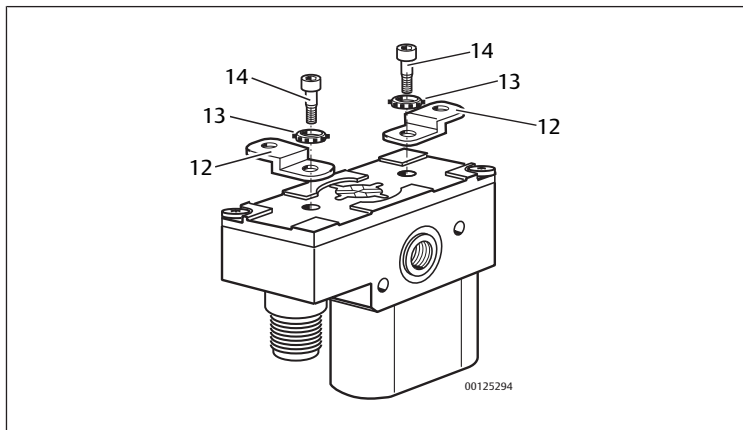

Bild 2: Montera monteringsatts för monteringsplatta
- 2x monteringsplåtar (12)
- 2x tandade ringar (13)
- 2x skruvar (NV 4) (14), åtdragningsmoment: 6 Nm
- Montera monteringsatts för monteringsplatta enligt bilden. Se → Bild 2. Monteringsplåtarna (12) griper in i fördjupningarna och kan på så sätt riktas in rätvinkligt mot apparaten i tre riktningar.